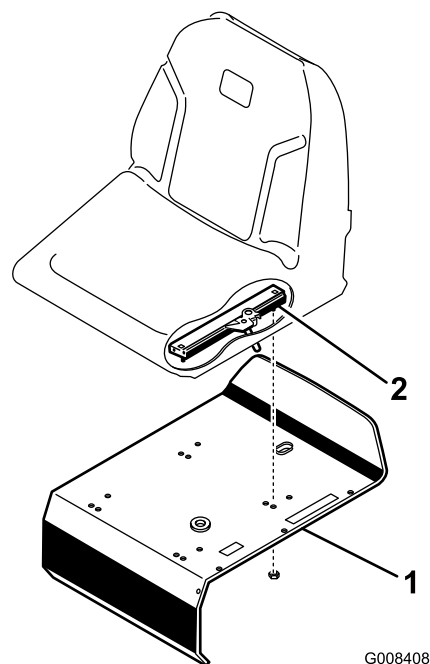

図 3
- 付属部品に入っているロックナット5/16 インチを使って、シートスライドをシートサポートに固定する 図 3。